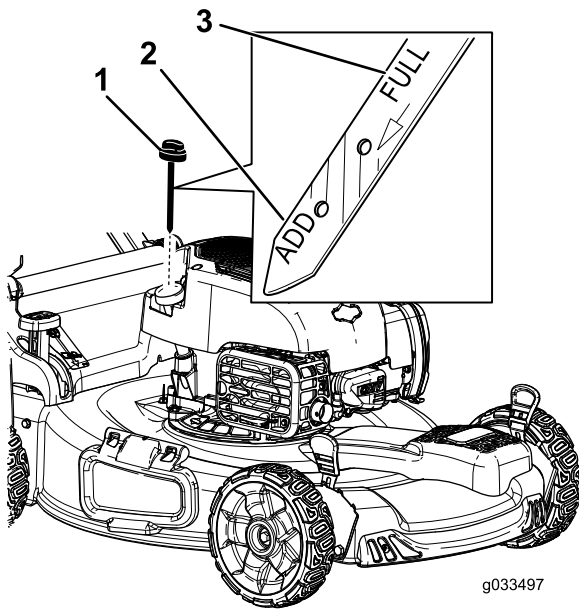

Figura 8
2. Retire la varilla girando el tapón en el sentido contrario a las agujas del reloj y tirando del mismo (Figura 8).
- Observe en la varilla el nivel de aceite (Figura 8).